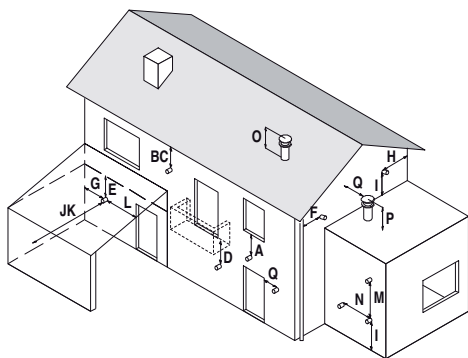

Figura 5.22
- rispettare le distanze minime di Figura 5.22 ed eventuali norme nazionali e locali vigenti.